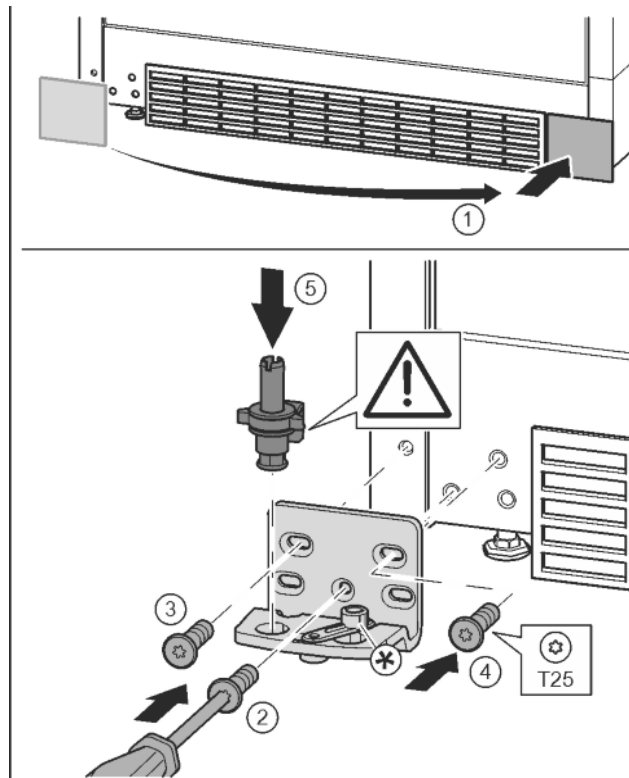

Fig. 18
- ▶ Skinite pokrov i postavite ga na drugoj strani. *Fig. 18 (1)*
- ▶ Postavite podložak ležaja na drugoj strani i zavijte pomoću odvijača T25. Započnite s vijkom 2 dolje u sredini. *Fig. 18 (2)*
- ▶ Pritegnite vijak 3 i 4. *Fig. 18 (3, 4)*
- ▶ Kompletno umetnite podložak ležaja. Pri tome pazite da je ispušćenje za blokiranje okrenuto prema otpraga. *Fig. 18 (5)*